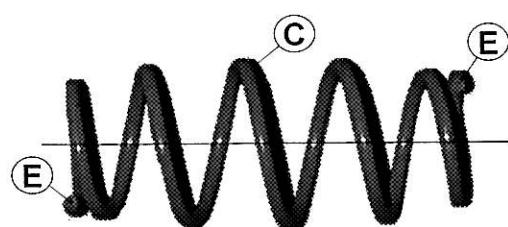

fig.2.
9. Hulpveer C om het aanslagrubber 2 drukken, met de kunststof slang aan de bovenzijde en de uiteinden E naar de voorkant van de auto gericht. Zie fig.2.
9. Fit auxiliary spring C on bumpstop 2, with the plastic tube on top and the ends E to the front of the car. See fig.2.
9. Platzieren Sie die Niveaufeder C mit den plastic Rohr an der oberen Seite und den Enden E zur Vorderseite des Autos über den Gummipuffer 2. Siehe Fig.2.
- Enfoncez le ressort de renfort C autour de la butée en caoutchouc 2, avec le tube en matière plastique en haut et les extrémités E orientées vers l'avant de la voiture. Voir figure 2.
- Sätt hjälpfjäder C på genomslagsgummi 2 med plaströret uppåt och änden E mot bilens front. (Se fig.2.)
- Apriete el muelle auxiliar C alrededor del tope de gaucho 2, el tube sintético a la parte superior y los extremos E dirigidos hacia la parte delantera del coche. Véase fig. 2.